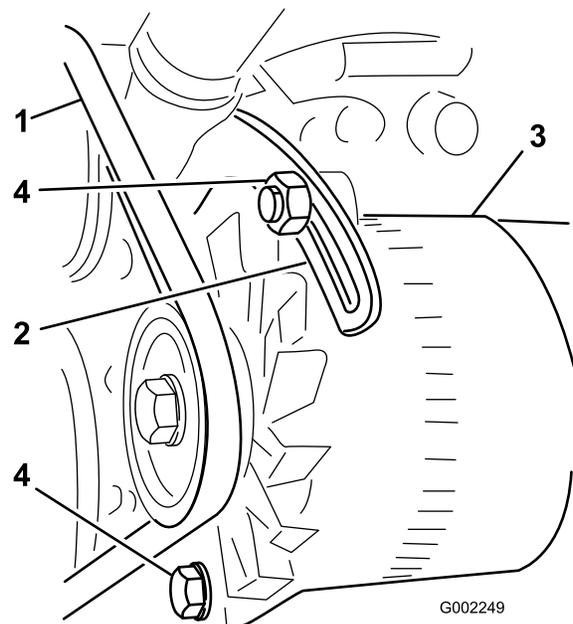

Figura 58
3. Desaperte as porcas que fixam a abraçadeira ao motor e a porca que fixa o alternador à abraçadeira (Figura 58).